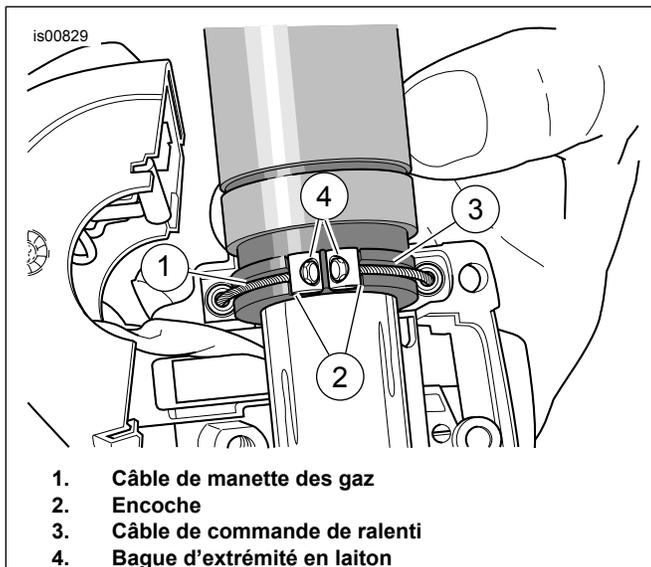

Figure 9. Câbles de manette des gaz/commande de ralenti
- Consultez Figure 9 . Retirer les bagues d'extrémité des encoches dans le côté intérieur de la poignée de manette des gaz. Retirer les bagues d'extrémité des raccords d'extrémité de câble.
- Consultez Figure 9 . Appliquer délicatement le graphite sur la poignée d'accélération à l'intérieur du boîtier de commutation et sur l'extrémité de l'accélérateur du guidon.
- Consultez Figure 9 . Positionner le boîtier de commutation inférieur sous la poignée d'accélération. Installer deux bagues d'extrémité en laiton (56508-76) du kit sur les câbles en les positionnant dans leurs encoches respectives sur la poignée des gaz. Les câbles doivent être positionnés dans les rainures moulées dans la poignée.